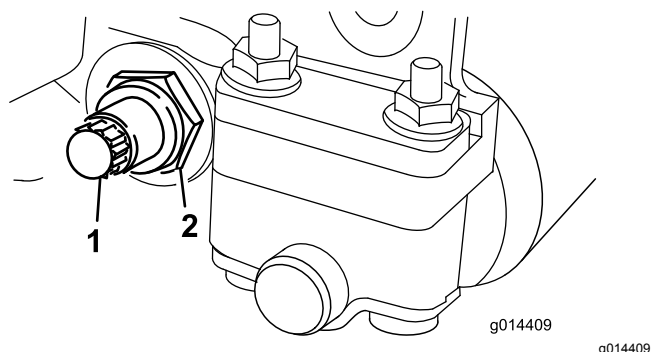

Figure 25
3. De chaque côté de la machine, desserrez le contre-écrou de fixation du boulon de la barre d'appui (Figure 25).